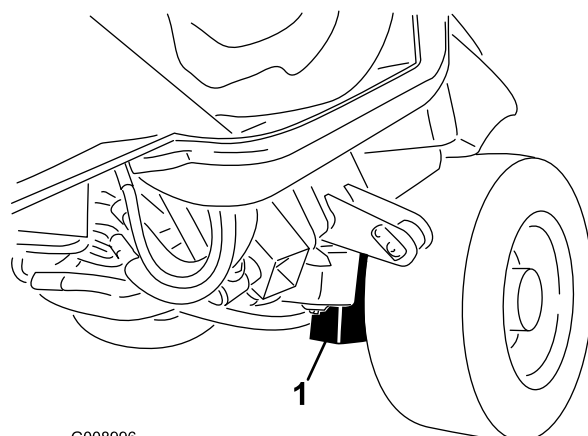

Figura 44
**Parte anteriore della macchina:** sul telaio all'interno di ogni ruota motrice (Figura 44)